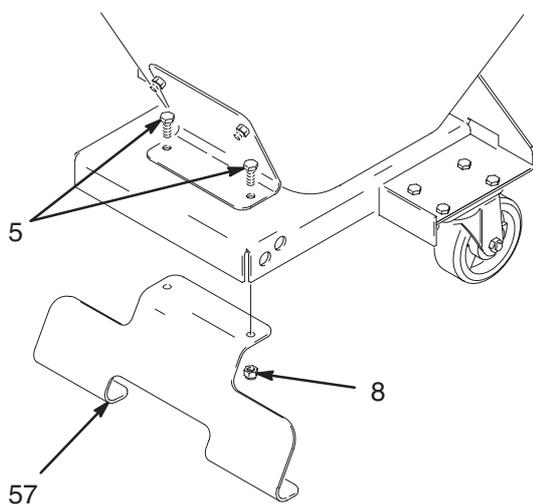

Fig. 1
- Fig. 1. Retire los tornillos (5) y las tuercas (8). Retire la ménsula de pie (57). Instale los tornillos (5) y las tuercas (8).